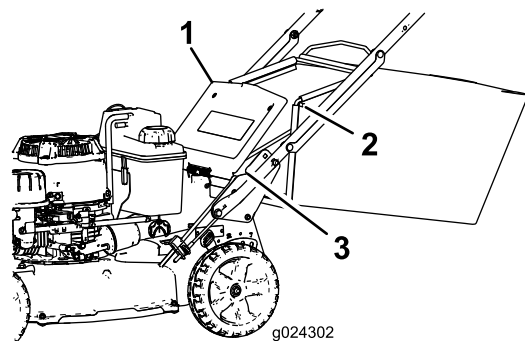

Figura 20
2. Alzate lo sportello posteriore e tenetelo alzato (Figura 20).
4. Installate le estremità dell'asta del cesto nelle tacche alla base della stegola e spostate il cesto avanti e indietro per accertare che le estremità dell'asta del cesto siano posizionate in fondo a entrambe le tacche (Figura 20).
3. Rimuovete l'asta sul cesto di raccolta dalle tacche alla base della stegola (Figura 20).